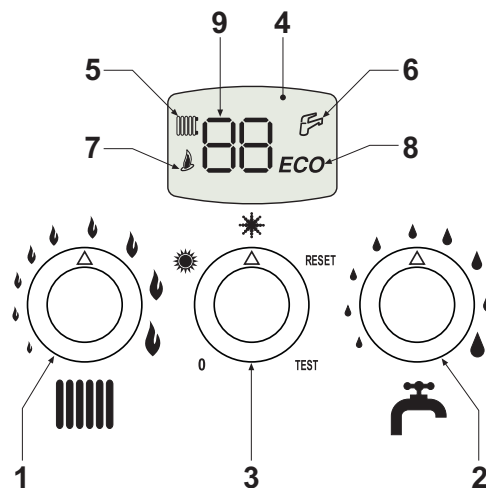
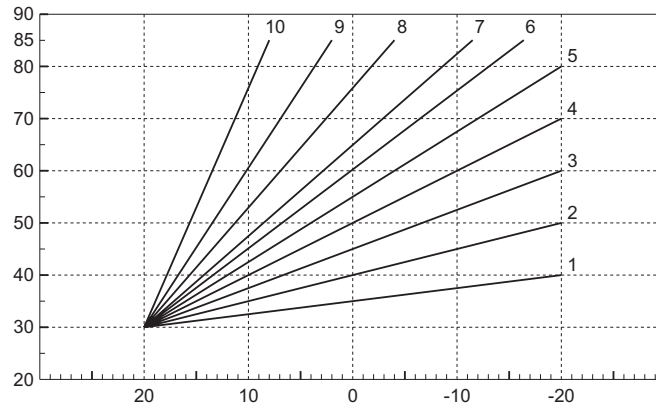
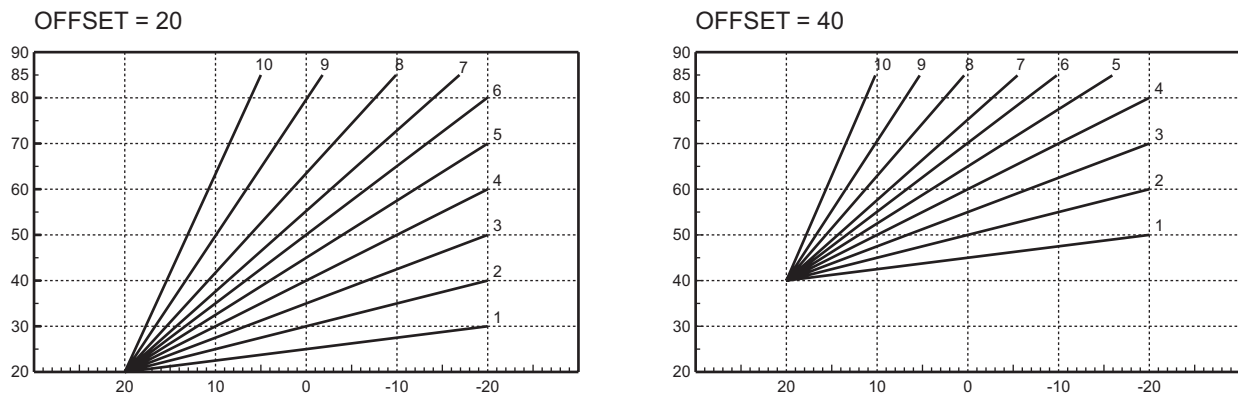

fig. 1 - Panel de control
fig. 13 - Curvas de compensación
fig. 14 - Ejemplo de desplazamiento paralelo de las curvas de compensación
La solicitud de calefacción (generada por el termostato ambiente o el reloj programador a distancia) se indica mediante el encendido del radiador (ref. 5 - fig. 1).
En la pantalla multifunción (ref. 9 - fig. 1) aparece la temperatura del sensor de la calefacción.
La solicitud de calentamiento acumulador es indicada mediante el encendido de la llave (ref. 6 - fig. 1).
En la pantalla multifunción (ref. 9 - fig. 1) se indica la temperatura del sensor del acumulador.
Cuando el calentador está activado (opción predeterminada) en la pantalla no aparece ningún símbolo, mientras que cuando está desactivado, en la pantalla aparece el símbolo ECO (ref. 8 - fig. 1).
El calentador puede ser desactivado por el usuario (modalidad ECO) disponiendo el selector (ref. 3 - fig. 1) en posición de RESET durante 2 segundos y, a continuación, en posición  (invierno) o bien  (verano). Para activar la modalidad CONFORT, situar nuevamente durante 2 segundos el selector (ref. 3 - fig. 1) en posición de RESET y a continuación en posición  (invierno) o bien  (verano).
Poner el selector (ref. 3 - fig. 1) en posición 0.
Para reencender la caldera, poner el selector (ref. 3 fig. 1) en la posición ❄️ (invierno) o bien ☀️ (verano).
Poner el selector (ref. 3 - fig. 1) en la posición ☀️ (verano).
Para desactivar la modalidad Verano, poner el selector (ref. 3 - fig. 1) en posición ❄️ (invierno).
Mediante el mando (1 - fig. 1), la temperatura se puede regular entre 30 °C y 85 °C; pero se aconseja no hacer funcionar la caldera a menos de 45 °C.
Operar con el mando del agua sanitaria (ref. 2 - fig. 1) para regular la temperatura entre un mínimo de 10 °C y un máximo de 65 °C.
Durante el funcionamiento con temperatura adaptable, la temperatura programada mediante el mando de la calefacción (ref. 1 - fig. 1) pasa a ser la temperatura máxima de envío de la instalación. Se aconseja definir el valor máximo para que la instalación pueda regular la temperatura en todo el campo útil de funcionamiento.
Poniendo el selector (ref. 3 - fig. 1) en posición RESET por 5 segundos y a continuación en posición ❄️ (invierno) o ☀️ (verano) se visualiza "CU".
Operar con el mando del agua sanitaria (ref. 2 - fig. 1) para regular la curva preferida entre 1 y 10 según la característica (fig. 13).
Poniendo el selector (ref. 3 - fig. 1) en posición RESET por 1 segundo y, a continuación, en posición ❄️ (invierno) o ☀️ (verano), se sale de la programación de la curva de compensación y se visualiza nuevamente "CU".
Girando en sentido horario el mando calefacción (ref. 1 - fig. 1) se visualiza "OF".
Operar con el mando del agua sanitaria (ref. 2 - fig. 1) para regular el desplazamiento de las curvas (fig. 14).
Poniendo el selector (ref. 3 - fig. 1) en posición RESET por 5 segundos y a continuación, en posición ❄ (invierno) o ☀ (verano) se sale de las modalidades de regulación curvas paralelas.